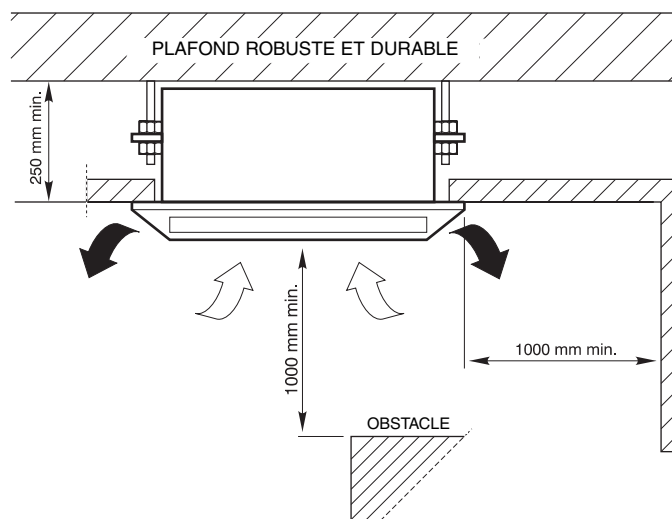

Fig. 1
- Vérifier que l'installation répond aux attributs liés aux encombrements et aux espaces indiqués sur la fig.1, en laissant un espace libre suffisant pour la réalisation des opérations normales d'entretien. Vérifier que la distance entre le sol et le point d'installation de l'unité interne n'est pas inférieure à 1,8 m.